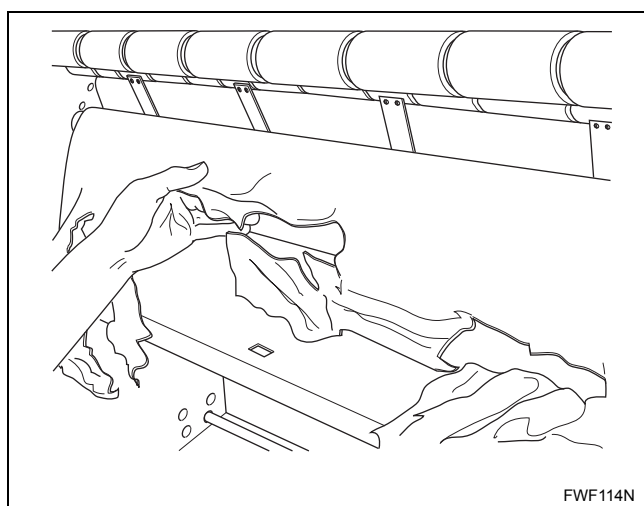

Figura 13
d. Oriente el papel protector y sáquelo de la máquina. Consulte la *Figura 13*.